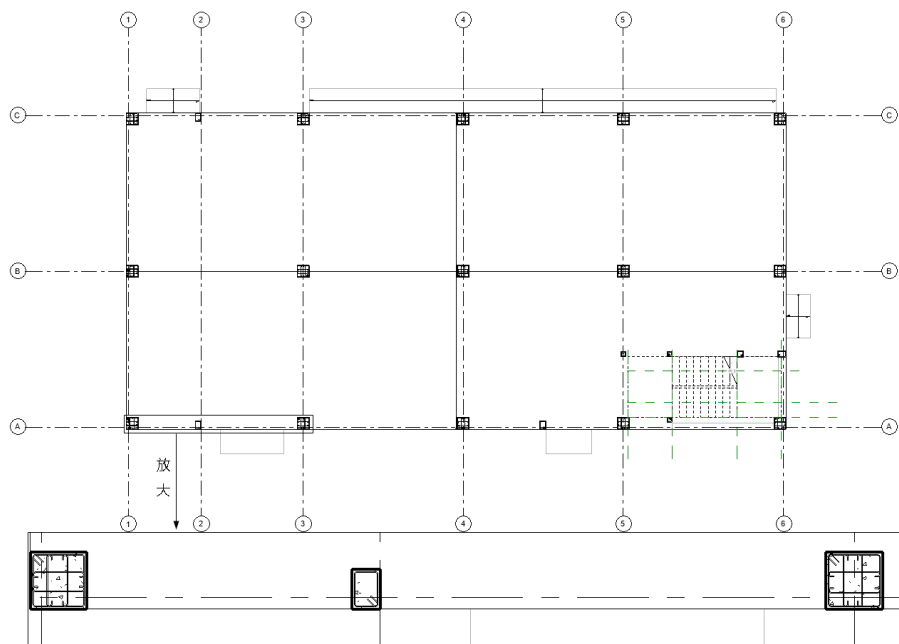

图 15-97 放置钢筋
(7) 在“500×500mm”的结构柱上放置如图 15-97 所示的钢筋。
(8) 单击“结构”选项卡“钢筋”面板中“钢筋”按钮, 打开“修改|放置钢筋”选项卡, 单击“当前工作平面”按钮和“垂直于保护层”按钮.